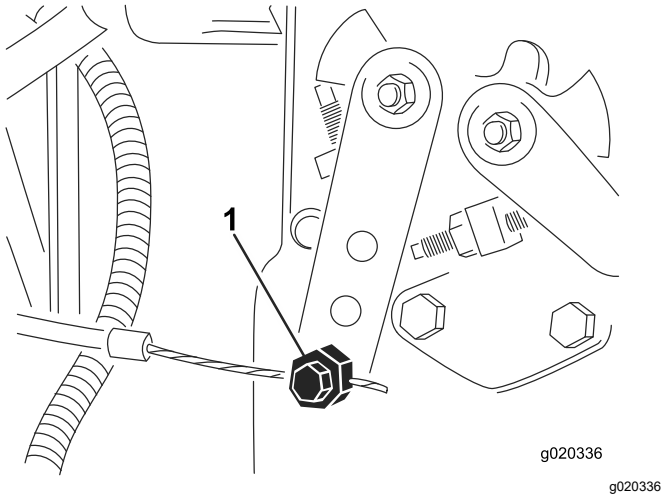

图 78
2. 拧松油门拉线接头接头位于喷射泵控制杆臂 **图 78** 上。